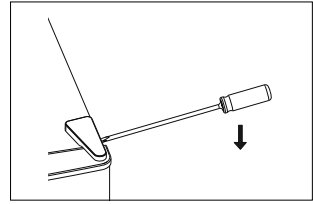

Abb. 3
- ▶ Leeren Sie den Kühlschrank – einschließlich der Glaseinlegeböden (9) und der Gemüseschublade mit Glasabdeckung (8).
- ▶ Entfernen Sie die Scharnierabdeckung auf der rechten Seite zum Beispiel mit Hilfe eines Schlitzschraubendrehers (siehe **Abb. 3**).